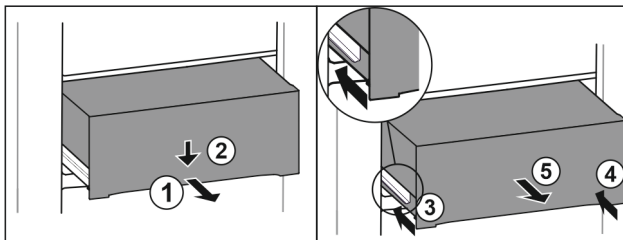

Fig. 193
- Estrarre il cassetto a metà. *Fig. 193 (1)*
- Premere il cassetto sul lato anteriore verso il basso. *Fig. 193 (2)*
- Spingere la guida sinistra di circa 2 cm verso l'interno. *Fig. 193 (3)*
- Spingere la guida destra di circa 2 cm verso l'interno. *Fig. 193 (4)*
- Rimuovere il cassetto tirandolo in avanti. *Fig. 193 (5)*